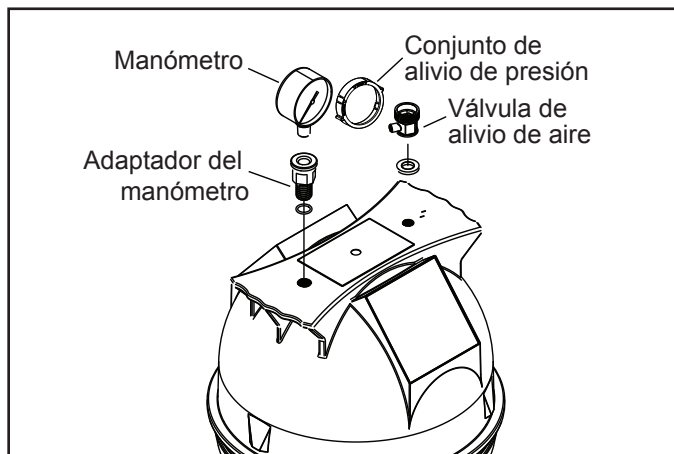

Figura 2. Manómetro y conjunto de alivio de presión
- Instale el manómetro y el conjunto del adaptador en el orificio roscado con la marca "Pressure Gauge" (Manómetro) en la parte superior del filtro. Consulte la Figura 2.
- Instale la válvula de alivio de alivio de aire en la apertura roscada con la marca "Air Release" (Alivio de aire) en la parte superior del filtro. Consulte la Figura 2.